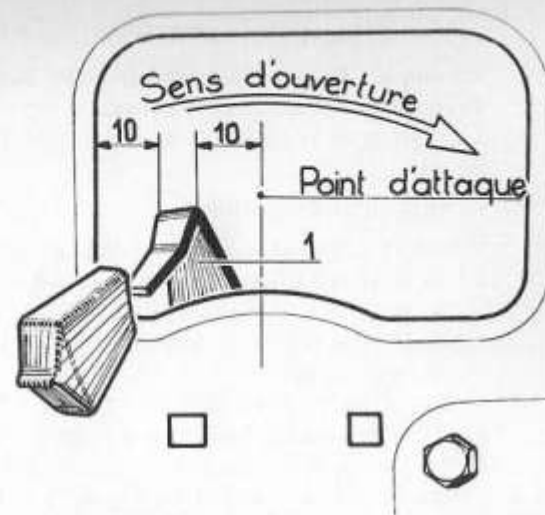

Fig. 74
- 2) Positionner la poignée de commande (1 - Fig. 74) à environ 10mm du bord du crevé (vers l'avant de la porte).